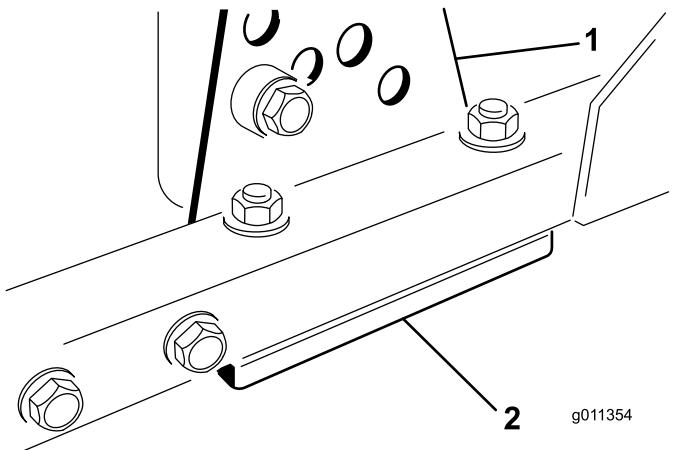

図 101
1. 刈り高ブラケット前、左、右のうち1つをデッキのフレームから外す図 101。
2. デッキフレームとブラケットとの間に厚さ 1.5mm または 0.7mm のシム、場合によってはこれらの両方を挿入して、希望する刈高を達成する図 101。